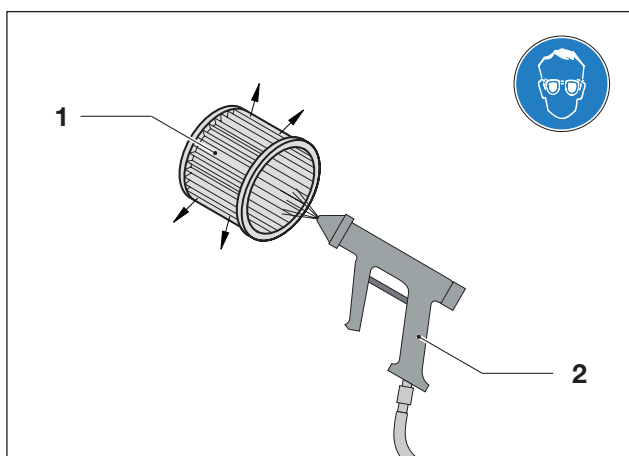
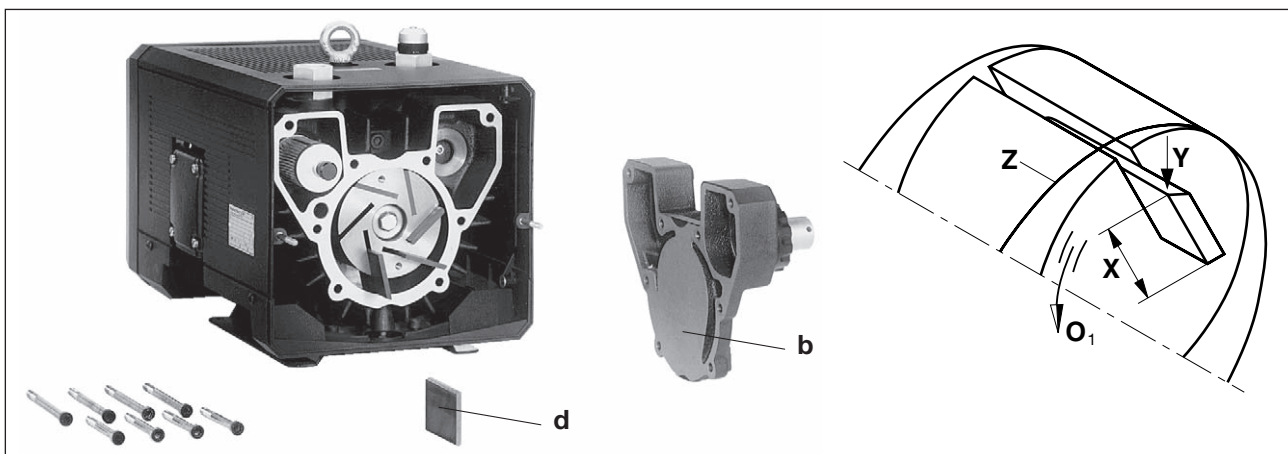

Fig. 6 Soplado del cartucho filtrante
Fig. 7 Cambio de laminillas
V-VTN (01) - (11): Desatornillar la rejilla de salida (fig. 6/G). Desenroscar la tapa (fig. 7/b) de la carcasa. Retirar las laminillas (fig. 7/d) para la comprobación. Todas las laminillas deben tener una altura mínima (fig. 7/X):
Soplar la carcasa y las ranuras del rotor. Colocar las laminillas en las ranuras del rotor. Al colocarlas asegurarse de que el lado sesgado (fig. 7/Y) de las laminillas esté orientado hacia fuera y que coincida en el sentido de giro (fig. 7/O₁) con el recorrido del taladro de la carcasa (fig. 7/Z). Atornillar la tapa de la carcasa (fig. 7/b) y la rejilla de salida (fig. 6/G). Antes de la puesta en marcha comprobar si las laminillas se mueven libremente girando el ventilador; para ello retirar la rejilla de aspiración (fig. 2/G₁) o la cubierta protectora (fig. 3/G₂).